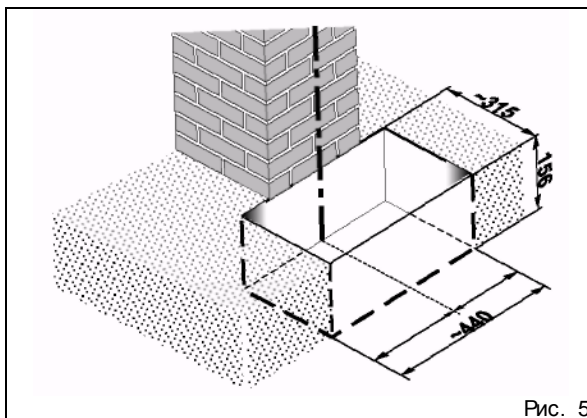

Рис. 5
- 1) Выкопать яму под монтажный бокс, как показано на рис. 5.